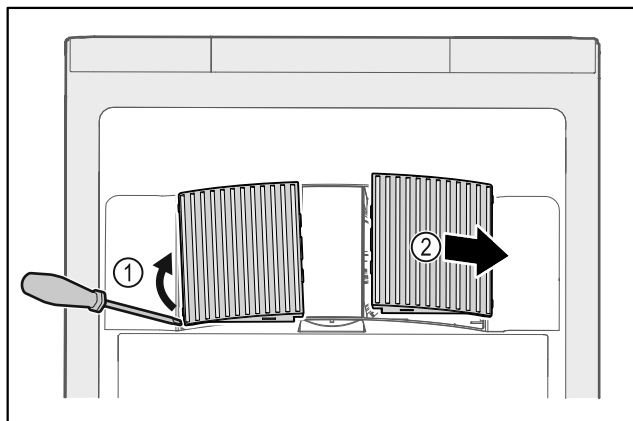

Fig. 144
- Estrarre con cautela i coperchi delle ventole dai lati Fig. 144 (1) e rimuoverli in avanti Fig. 144 (2).